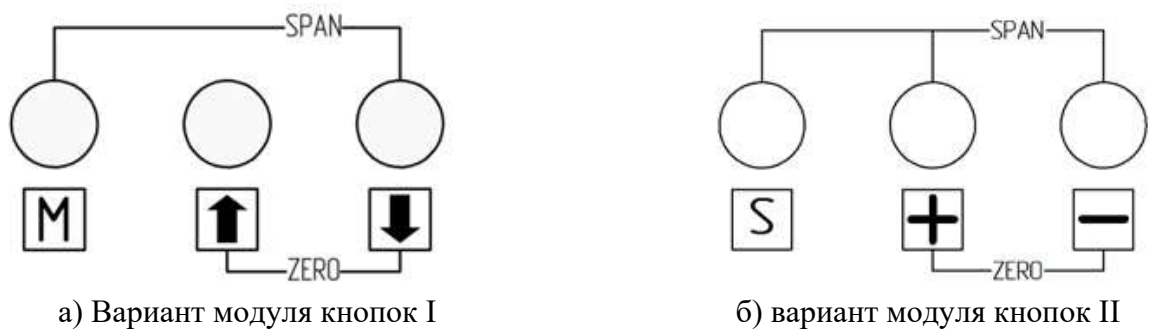

Рисунок 16 – Модуль кнопок ввода
3.6.1 Настройка параметров датчика давления может осуществляться при помощи кнопок ввода (рисунок 16), расположенных на устройстве, при наличии ЖК-индикатора. Датчики могут, поставляется в двух вариантах модулей кнопок, оба варианта взаимозаменяемые и обладают идентичным функционалом из-за чего примеры применения модуля кнопок расписано только для варианта I.